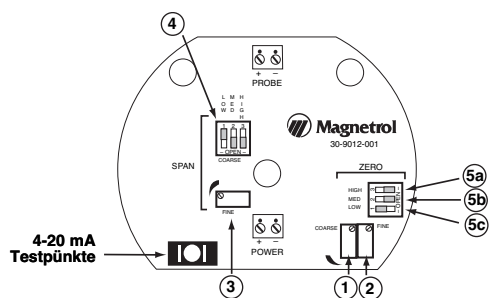

Abb.: 7
Achten Sie darauf, dass die NULL-DIP-Schalter 2 und 3 auf der offenen Position und NULL-DIP-Schalter 1 auf der geschlossenen Position stehen ⑤. Siehe **Abbildung 7**.